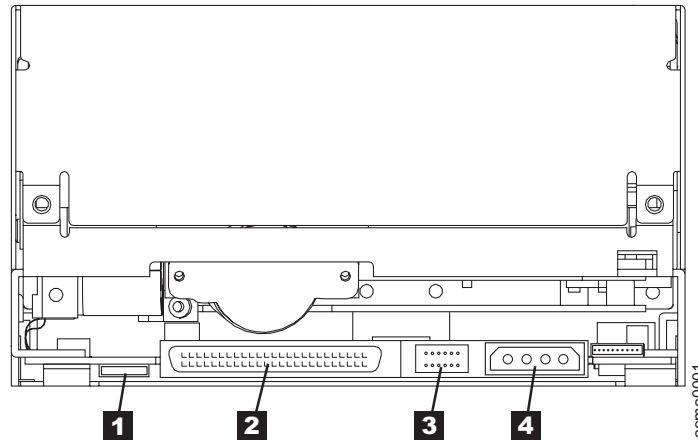

Figure 15. Vue arrière de l'unité LTO 2
5. Déconnectez le cordon d'alimentation interne du connecteur d'alimentation (voir **4** dans la figure 15 à la page 44).